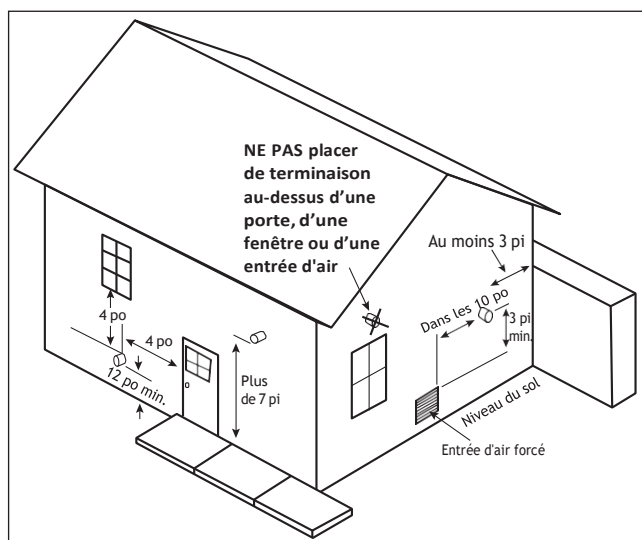

Fig. 16 - Dégagements des terminaisons de système de catégorie IV
5. La terminaison de l'évent doit aussi respecter les dégagements suivants ; comme illustré à la Fig. 16 en page 25.
5. La terminaison de l'évent doit aussi respecter les dégagements suivants, comme illustré à la *Fig. 16* en page 25.